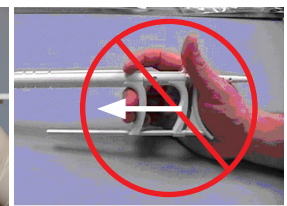

Figure 6
- g) Il doit être noté qu'une modification de la position de votre pouce comme décrit sur la Figure 6 est contre-indiquée et ne doit pas être utilisée.